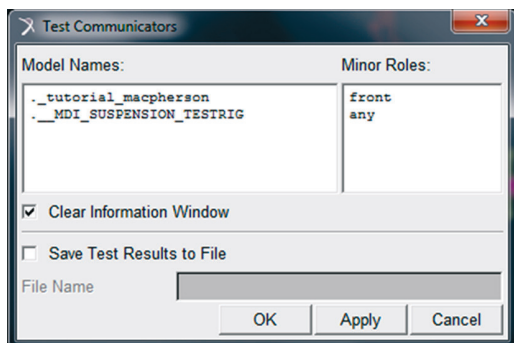

Figura 4.96 – Subsistemas a serem submetidos a teste de compatibilidade de *Communicators*.
- Na janela *Test Communicators*, verifique os subsistemas a serem testados. Nesse caso, observa-se na Figura 4.96 que o teste será feito entre o subsistema da suspensão em construção e do subsistema correspondente a uma plataforma de teste denominado *MDI\_Suspension\_Testrig*.